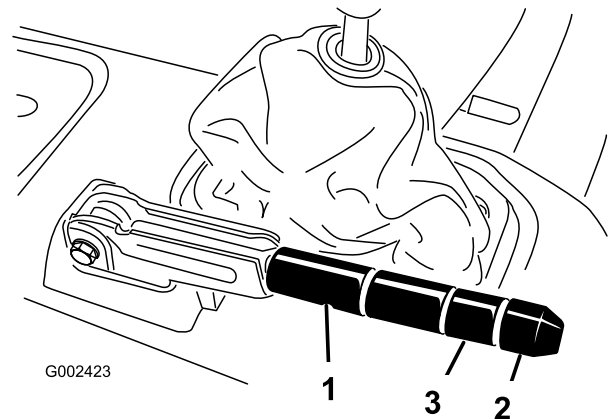

Bild 61
2. Lockern Sie die Stellschraube, mit der das Handrad am Feststellbremshebel befestigt ist (Bild 61).